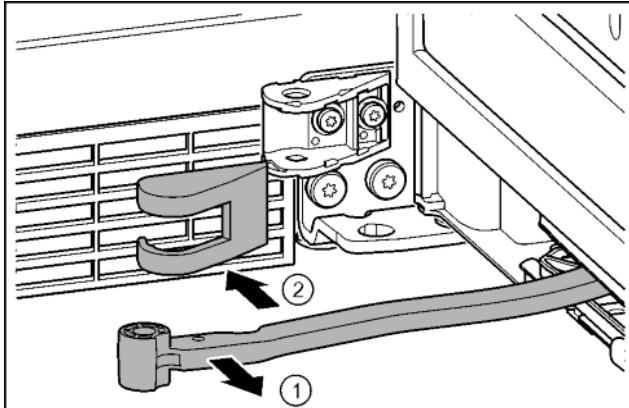

Fig. 17
► Повернуть шарнир в направлении двери. Fig. 17 (1)
► Снять крышку опорного кронштейна. Fig. 17 (2)